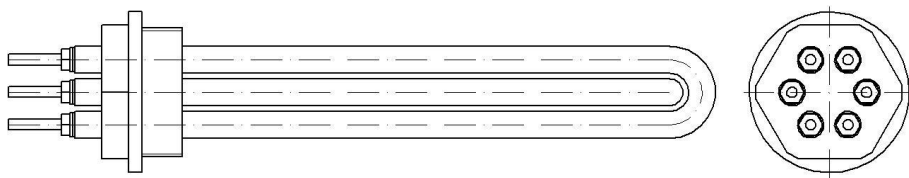

Рисунок 1. Трубчатый электронагреватель блочный ТЭНБ
Блок ТЭНов (Рис. 1) или Трубчатые Электрические Нагреватели Блочные (далее по тексту – ТЭНБ), предназначены для нагрева воды или антифризов для систем отопления. ТЭНБ представляет собой фланец с наружной резьбой, в который герметично запрессованы трубчатые электронагреватели с резьбовыми выводами (М4). Фланец имеет трубную цилиндрическую резьбу по ГОСТ 6357-81 G 1½" и шестигранник под ключ (50мм).
- Периодически (не реже одного раза в год и перед каждым отопительным сезоном) проводить визуальный осмотр электрических контактов, зачищать их и производить протяжку с усилием: - гаек на контактных стержнях ТЭН и винтов контактов контакторов с усилием 2.0 Нм (см.Рис.1,2);